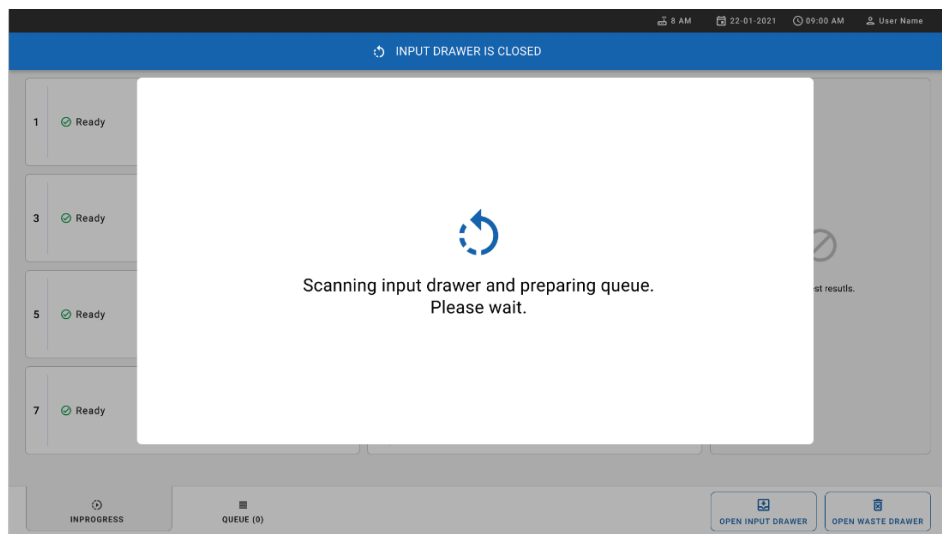

Figura 29. Schermata di preparazione coda.
14. Una volta che tutte le cartucce sono state scansionate e inserite, chiudere il cassetto di inserimento. Il sistema scansiona le cartucce e prepara una coda (Figura 29).